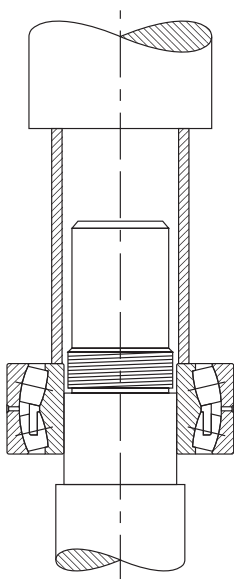

Fig. 17. Metodo di montaggio alla pressa.
- Un metodo alternativo di montaggio, in genere utilizzato solo con cuscinetti di dimensioni ridotte, consiste nel calettare a pressione il cuscinetto sull'albero o nell'alloggiamento. Questa tecnica può essere utilizzata con l'ausilio di una pressa ed un utensile a forma di tubo per facilitare il montaggio del cuscinetto, come mostrato in fig. 17.